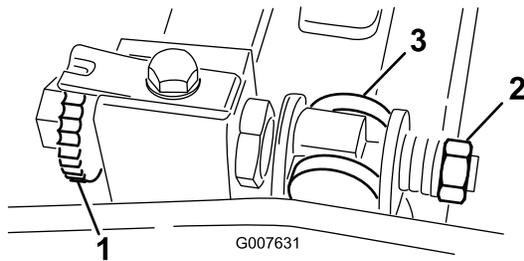

Figura 54
1. Gire el tornillo de ajuste de la barra de asiento, en el sentido contrario a las agujas del reloj, para alejar la contracuchilla del molinete (Figura 54).
2. Afloje la tuerca de tensado del muelle hasta que el muelle deje de presionar la arandela contra la barra de asiento (Figura 54).